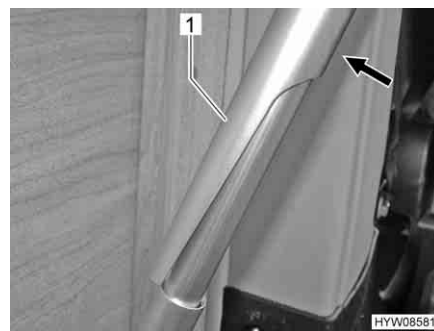

Fig. 36 Piede di sostegno (sbloccato)
- Spingere la parte superiore del piede del tavolo (Fig. 36,1) verso la parete esterna (Fig. 36).